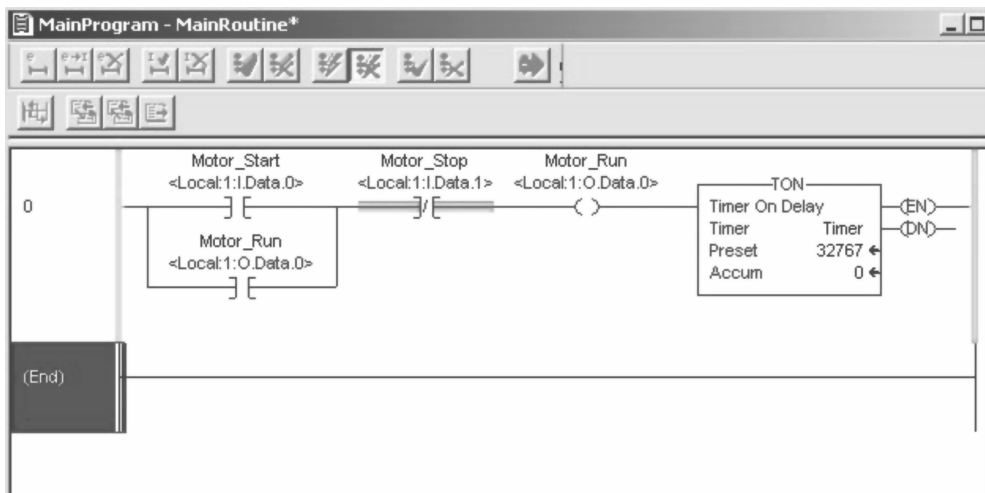

图 8-10 “确定所有编辑”后的梯形图
13. 在询问是否确定所有编辑时，单击“是”（YES）。梯形图编辑器现在显示如图 8-10 所示。